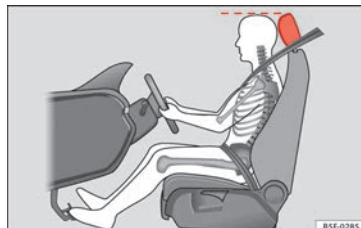

Fig. 85 Corretto posizionamento della poggiatesta del conducente.
- Regolare la poggiatesta portando il suo bordo superiore alla stessa altezza della parte superiore della testa ►► **fig. 85.**